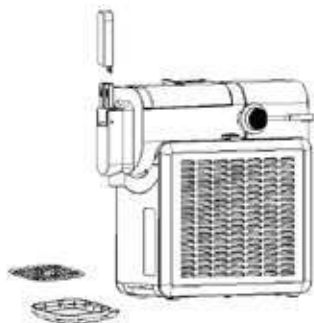

Abb. 1
8. Bringen Sie den Zapfhahn wie in Abbildung 1 gezeigt, an.